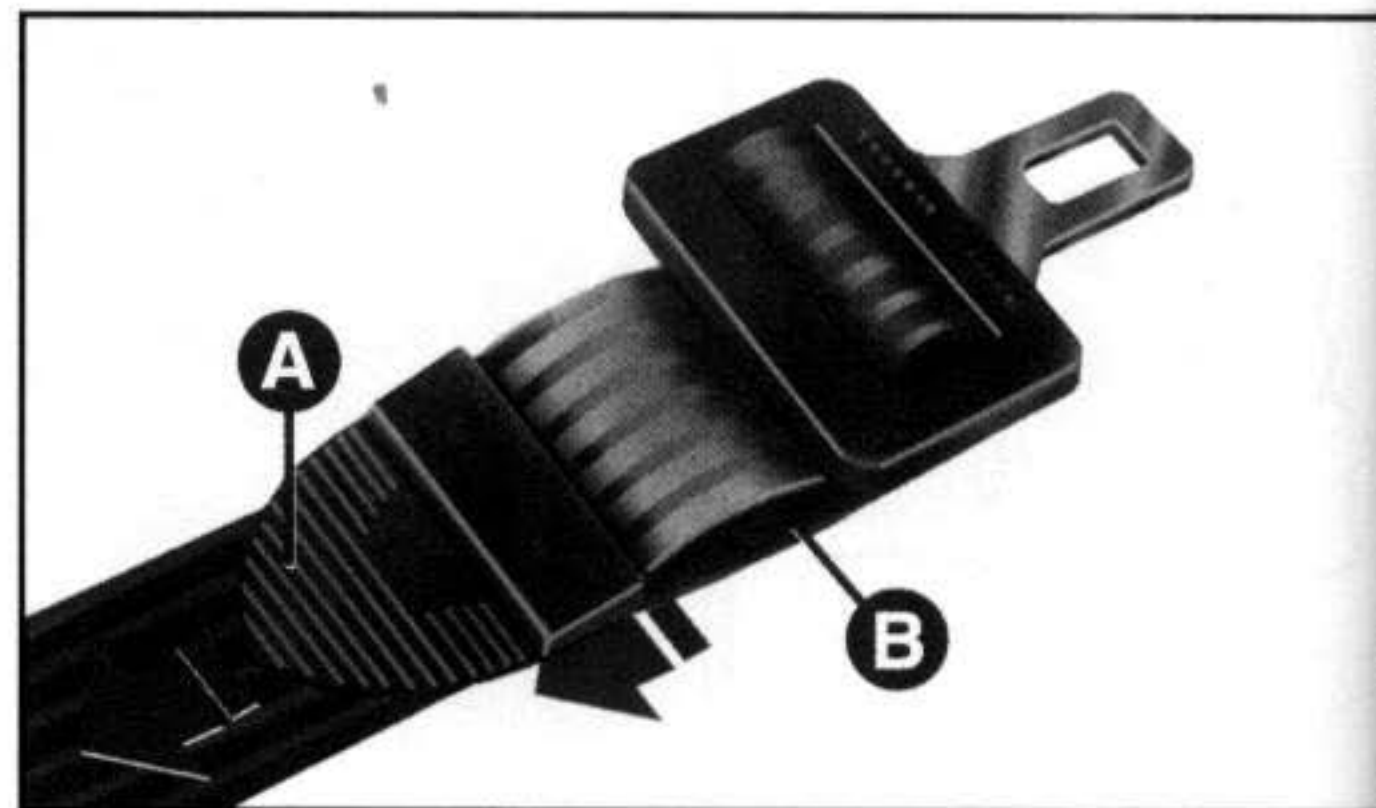

fig. 16
- para apertar: puxar a extremidade **A**-fig. 16 (esta operação pode ser feita com o cinto já afivelado);